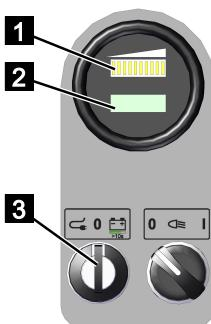

Abb. 66
2. Den Schlüsselschalter (Abb.66/3) auf Batteriebetrieb stellen.
3. Im Display (Abb.66/2) werden die Betriebsstunden angezeigt.
4. Über die Ladeanzeige (Abb.66/1) kann der Ladezustand kontrolliert werden. Gegebenenfalls die Batterien laden Laden der Batterien.